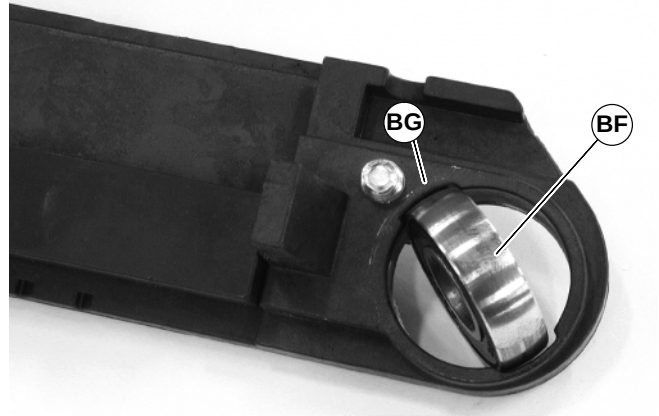

Abbildung 37
1. Das Lager drehen (BF siehe Abbildung 37), um es mit den Schlitzen (BG) in der vorderen Deckplatte auszurichten. Dann das Lager herausnehmen.